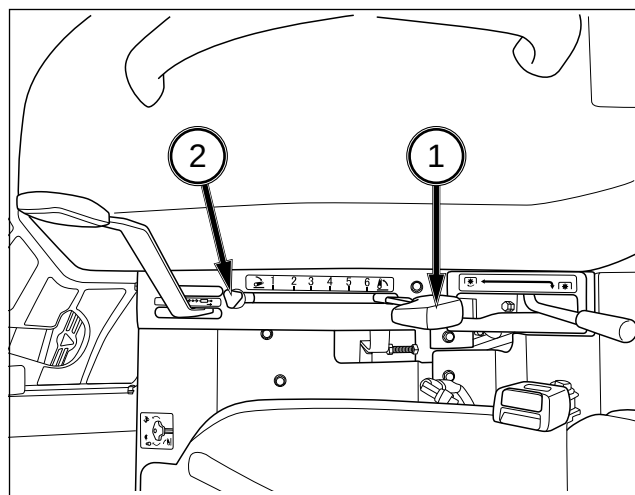

FIG. 57
FIG. 57 : Le levier du contrôle de position de l'attelage trois-points (1) maintient la position de l'attelage à une hauteur constante par rapport au tracteur. Déplacez le levier de contrôle de position (1) vers l'arrière, pour lever l'attelage (et l'équipement). Déplacez le levier vers l'avant pour abaisser l'attelage sur la position choisie. Chaque réglage du levier donne une position particulière à l'attelage (et à l'équipement).